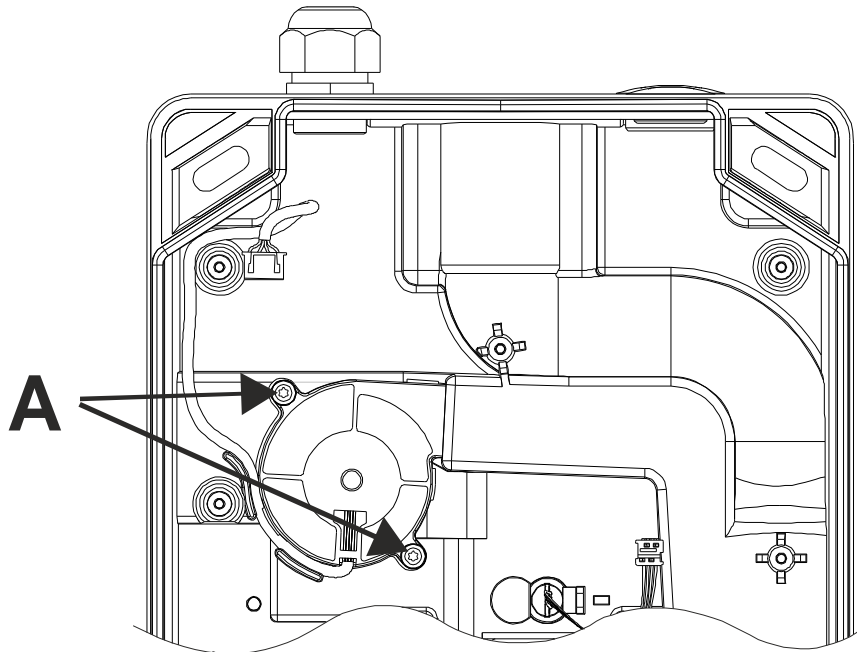

Рис. 51. Снятие всасывающего вентиляторного блока
- Выверните два винта А всасывающего вентиляторного блока звездообразной отверткой T15 (см. Рис. 51).